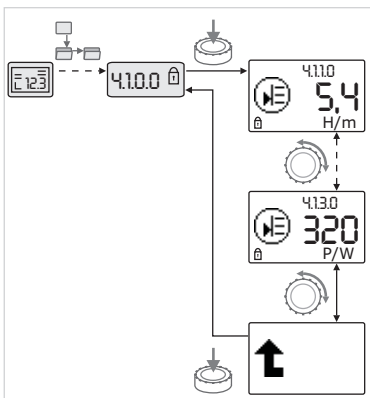

Fig. 39: Informationen abrufen
- Durch Drehen des Bedienknopfs Menüelemente des Typs „Information“ des aktuellen Untermenüs ansteuern (siehe Fig. 39). Erläuterung der durch Symbole repräsentierten Einstellungen siehe Tabelle in Kapitel 8.7 „Referenz Menüelemente“ auf Seite 42.